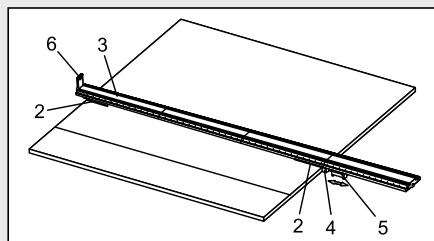

Fig. 27
4. Placez le rail de guidage (3) sur la pièce à travailler, à gauche des repères d'alignement (2) du rail de guidage (Fig. 27).